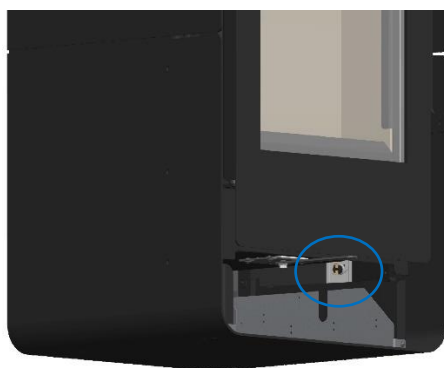

Figure 50 - Fixation du thermostat du kit de ventilation
* Fixez le thermostat du kit de ventilation sur le côté de l'équipement, Figure 50;